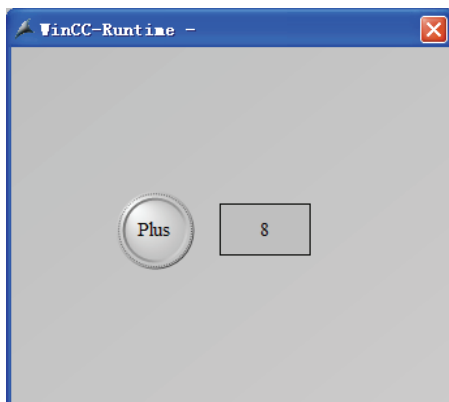

图 6-43 运行界面
3) 保存画面，激活项目，测试组态结果，如图 6-43 所示。